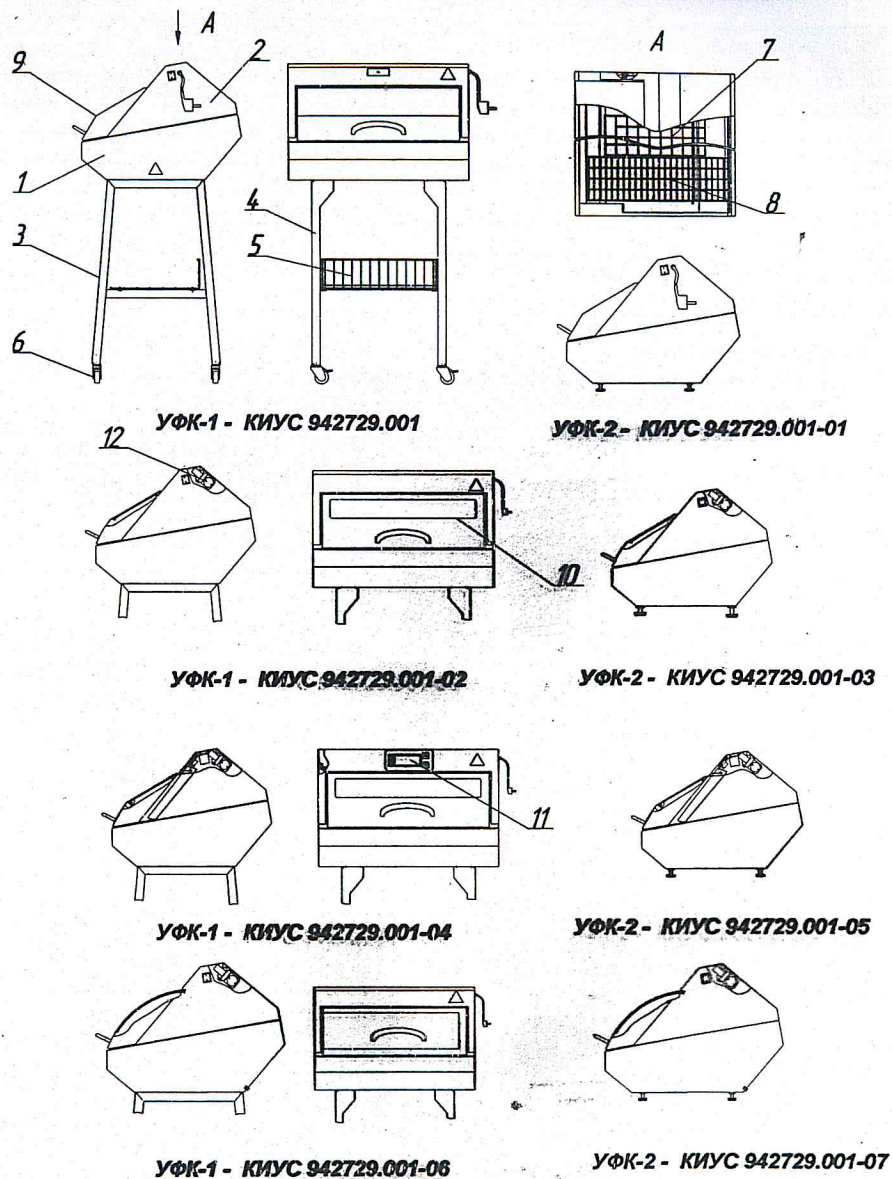

Рисунок 1 – Внешний вид ультрафиолетовых камер для хранения стерильных инструментов «УФК-1», «УФК-2».
1.4.2 Камеры УФК-1 (см. рисунок 1), смонтированные на каркасах 3 и 4, УФК-2 с ножками, состоят из:
2.2.4.4 Решетки (поз.7, рисунок 1) для камеры "УФК-1" – 3 штуки, для камеры "УФК-2" – 2 штуки, уложить внутри камеры на нижние опоры.
2.2.4.5 Решетки (поз.8, рисунок 1) уложить на верхние опоры внутри камер УФК-1, УФК-2.